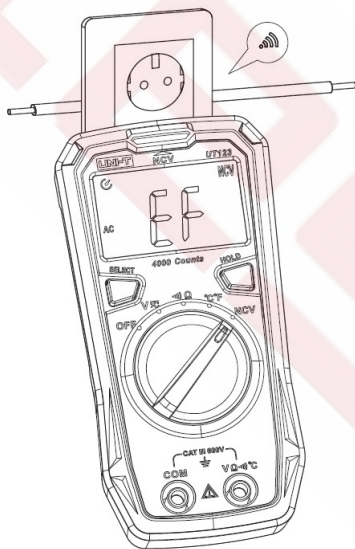

Рисунок 3
4.5 Бесконтактное измерение электрического поля переменного тока (NCV) (Рисунок 3).